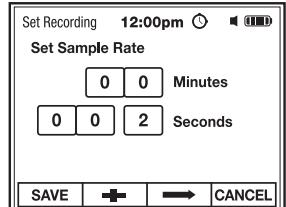
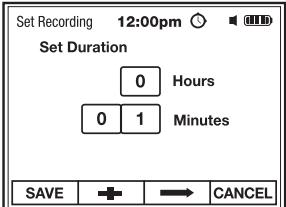

Fig. 6
Fig. 7
3. Ajuste el Rango de Muestra (Fig. 6) y la Duración (Fig. 7) siguiendo los pasos a continuación: